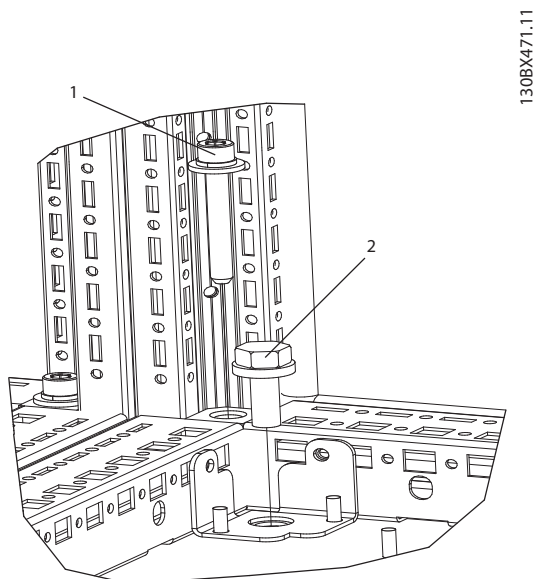

Abbildung 5.30 Detail zur Position der Befestigungselemente
2. Führen Sie alle M8x60-mm-Schrauben mit Zahn- und Unterlegscheiben durch den Rahmen in die Gewindebohrungen des Sockels ein. Installieren Sie 4 Schrauben pro Schrank. Siehe *Abbildung 5.30*
3. Führen Sie alle M10x30-mm-Schrauben mit Zahn- und Unterlegscheiben durch die Bodenplatte in die Gewindebohrungen des Sockels ein. Installieren Sie 4 Schrauben pro Schrank. Siehe *Abbildung 5.30*
Tabelle 5.24 Legende zu *Abbildung 5.30*